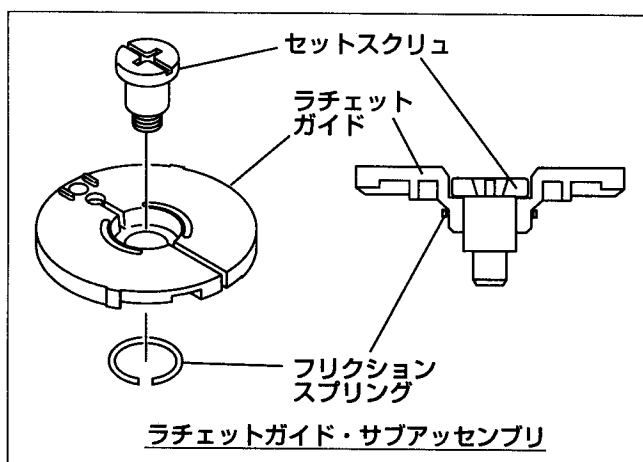

図 9-6
-2 ラチェットが動かないように、ラチェットガイド、サブアセンブリを取付けてください。(図 9-6)